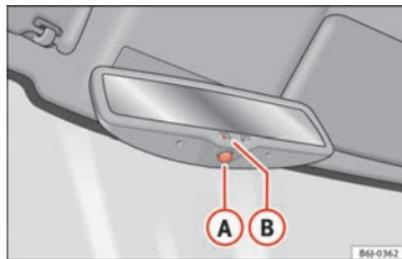

Fig. 83 Rétroviseur intérieur avec réglage automatique de position anti-éblouissement.
- Appuyez sur la touche **A** ⇒ fig. 83. Le témoin **B** s'éteint.
- Appuyez sur la touche **A** ⇒ fig. 83. Le témoin s'allume.